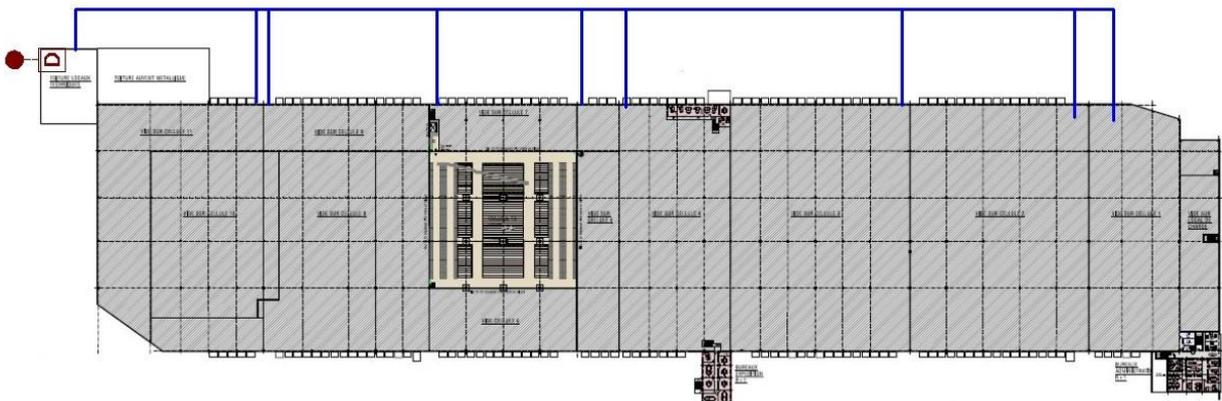

Figure 8 : chemin du Réseau Enterré
- 4.13. La distribution du réseau enterré est indiquée dans la figure 8. Le réseau d'alimentation aux postes sprinkler ne doit pas passer dans les cellules adjacentes.